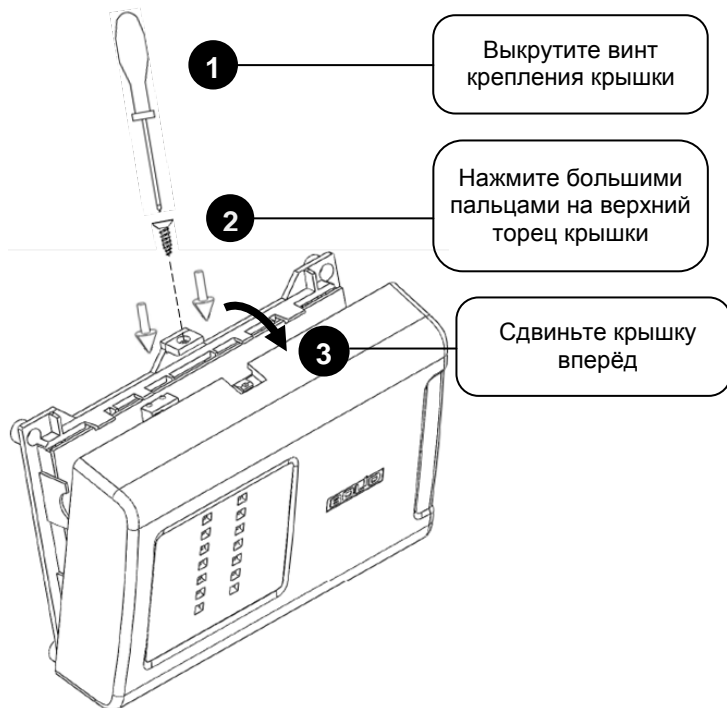

Рисунок 2. Снятие крышки блока
3.3.4 Снимите крышку блока в порядке, указанном на рис. 2.
3.3.8 Снимите крышку блока в порядке, указанном на рис. 2.
3.4.3 Снимите крышку блока в порядке, указанном на рис. 2.